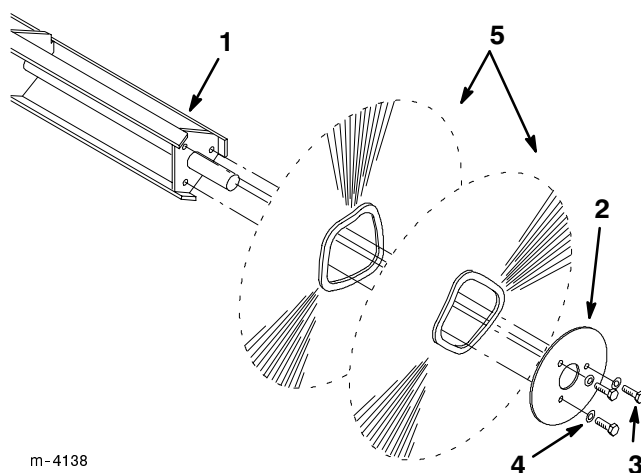

Figure 21
5. Retirer avec leur rondelle les trois boulons de fixation de la plaque d'essieu sur l'essieu, et déposer la plaque (Fig. 21).
6. Glisser les brosses hors de l'ensemble d'essieu (Fig. 21).
7. Glisser une nouvelle brosse sur l'ensemble d'essieu en faisant passer les tenons d'alignement de la brosse sur la barre **inférieure** de l'ensemble d'essieu (Fig. 21).
8. Tourner la brosse suivante de 180° latéralement et de haut en bas, et la glisser sur l'ensemble d'essieu en faisant passer les tenons d'alignement de la brosse sur la barre **supérieure** de l'ensemble d'essieu (Fig. 21).